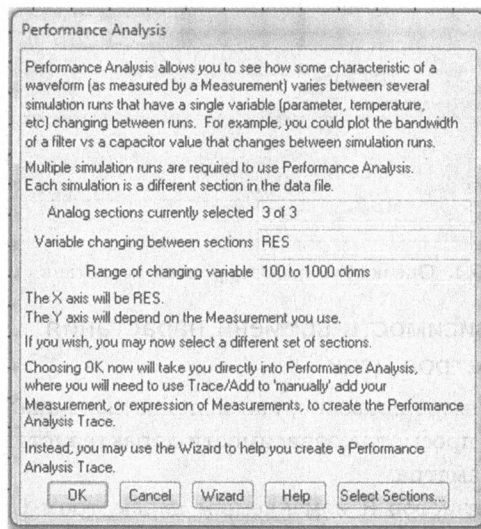

Рис. 10.6. Окно анализа производительности
1. В окне Probe откройте Trace Performance Analysis (рис. 10.6).